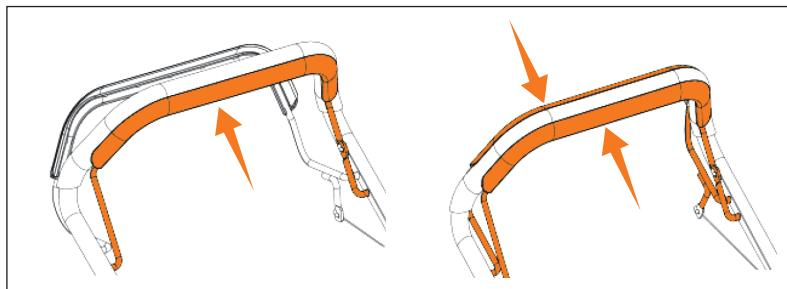

Рис. 15
6. Прижмите скобу включения зажигания к рукоятке и держите её нажатой (Рис. 15).
9. Дайте двигателю прогреться некоторое время и приступайте к кошению, для этого прижмите скобу включения привода движения к верхней рукоятке (Рис. 15).